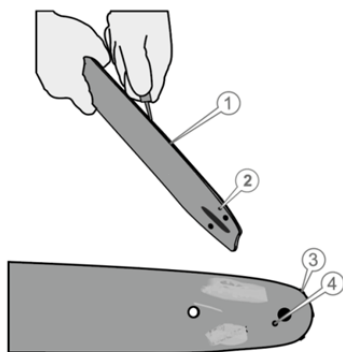

Рисунок 9. Схема обслуговування «шини»
6.3 Обслуговування різального блока (шини, веденої зірочки, ланцюга) (рис. 9).